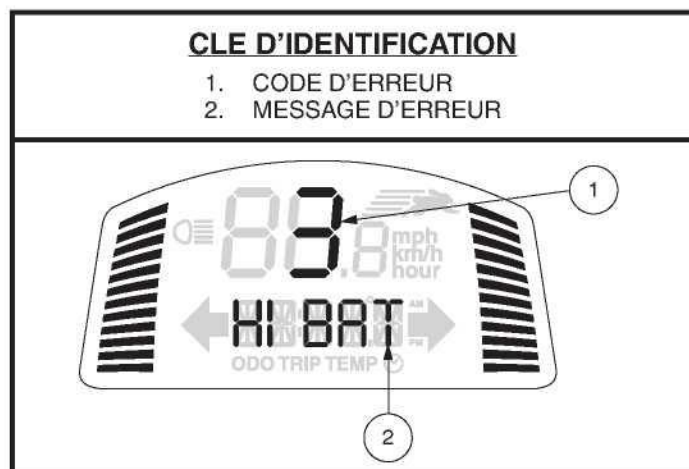

Figure 24. Affichage du code d'erreur
1. Un code de diagnostic et un message d'erreur seront affichés sur votre écran LCD (voir figure 24), **OU**